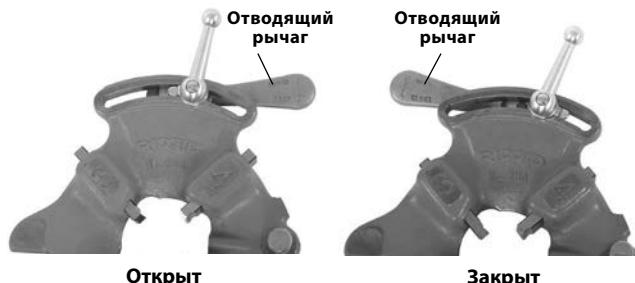

Рис. 5 – Рычаг в открытом/закрытом положении
- Установите отводящий рычаг в положение ОТКРЫТ (Рис. 5).